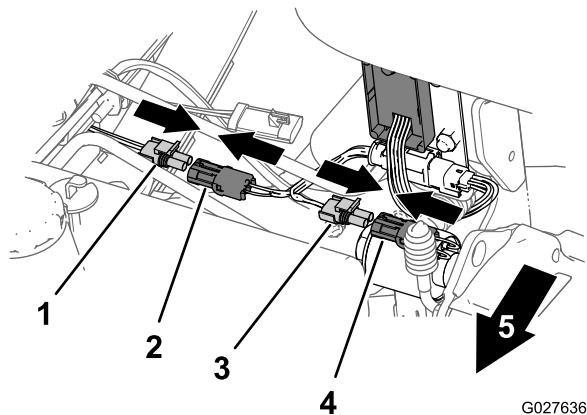

Bild 9
Adapterkabelbaums an (Bild 9).
- Schließen Sie den 2-Stift-Stecker des Adapterkabelbaums am 2-Buchsen-Stecker des Kabelbaums für die Differenzialstromspule an (Bild 9).